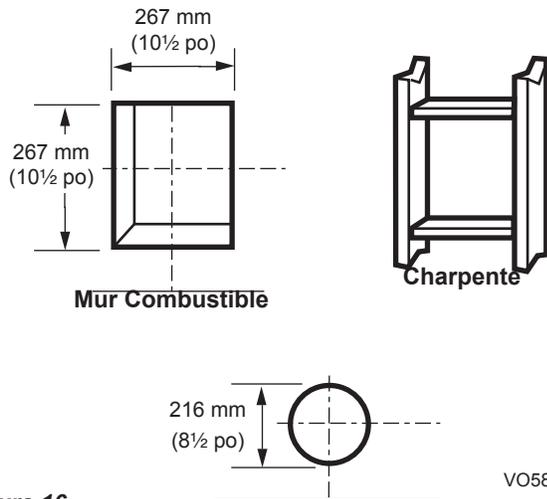

Figure 16 - Localisez l'ouverture de cheminée d'aération sur le mur
Murs combustibles extérieur : Coupez un trou de 267 mm de haut x 267 mm de large (10¹/₂ po x 10¹/₂ po) à travers le mur extérieur et charpentez tel qu'illustré. *Figure 16*
4. Le centre du trou doit être aligné avec l'axe central de l'embout du conduit horizontal rigide de ventilation. Allouez une montée minimale de 1/4 po par longueur de 12 po. *Figure 16*
Murs combustibles extérieur : Coupez un trou de 267 mm de haut x 267 mm de large (10½ po x 10½ po) à travers le mur extérieur et charpentez tel qu'illustré. Figure 16
Murs combustibles extérieur : Coupez un trou de 241 mm de haut x 241 mm de large (9½ po x 9½ po) à travers le mur extérieur et charpentez tel qu'illustré. Figure 16